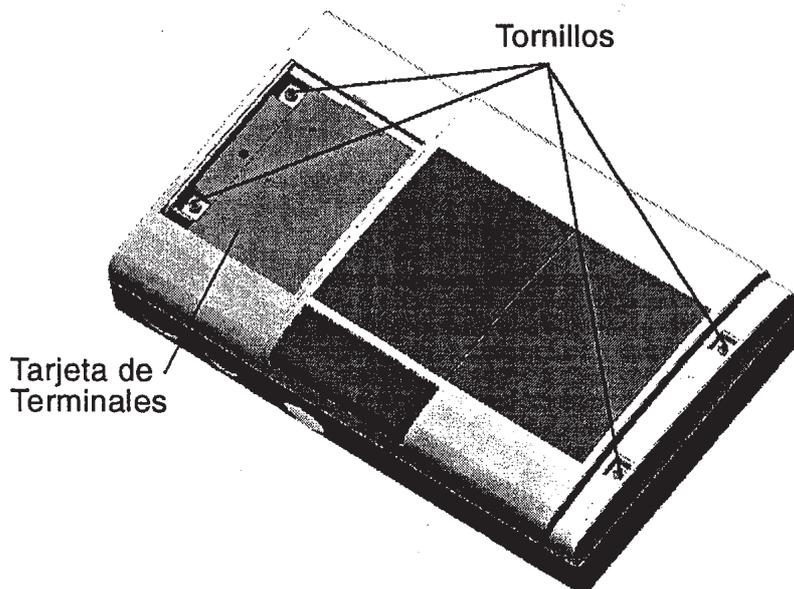

Figura 3. El Detector con la posición de los tornillos marcada.
2. Ver la Figura 3. Quitar los dos tornillos de la parte izquierda de la cavidad de la caja.
- c) Ver la Figura 3. Quitar los dos tornillos de la parte izquierda de la cavidad de la caja.